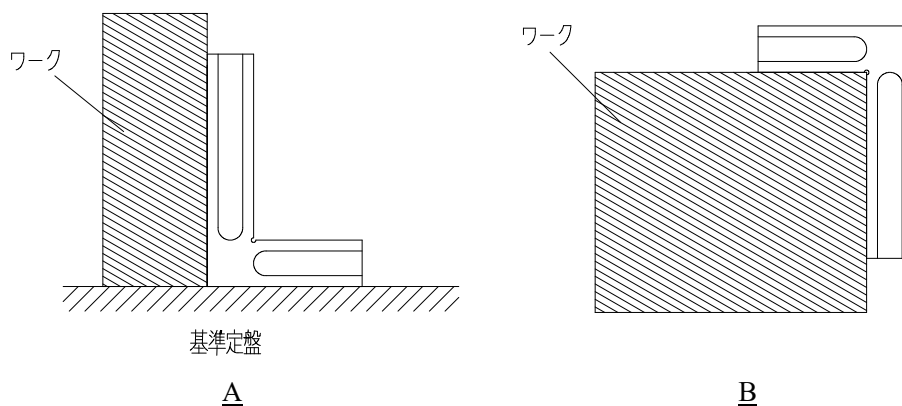

図 2. 直角定規の使用方法
- 1) 図 2. A のように、基準定盤などの上に直角定規を立て、使用面をワークに当てて測定します。このとき、直角定規とワークの間にできる隙間を、光の通過量やシックネスゲージなどを用いて確認します。
- 2) 図 2. B のように、ワークに対して直角定規の側面を当てて直角を測定する方法です。また、部品のセット時の基準としても使用できます。